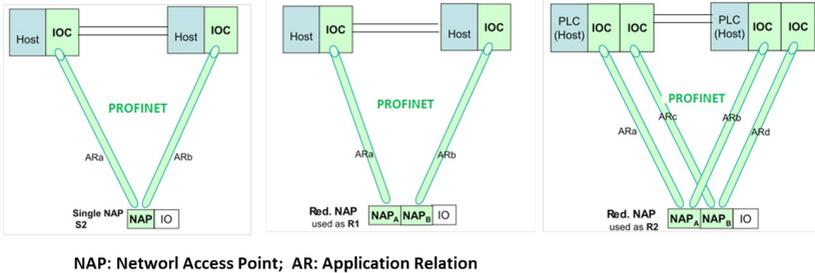

Abb. 13: Systemredundanz
(Abbildung 13, mitte und rechts) versteht man die redundante Ausführung der Kommunikationsschnittstelle eines modularen PROFINET-Gerätes, wie man sie beispielsweise bei einer Remote I/O findet. Dabei erreicht die R2 Systemredundanz durch ihre 4 Wege zwischen Controller und Gerät die maximale Verfügbarkeit der Anlage. Die Unterstützung der Systemredundanz ist für PROFINET-Geräte der Prozessautomation in CC-B(PA) verpflichtend. Siehe hierzu das PI-Dokument „PROFINET System Redundancy“ [7.122 e].